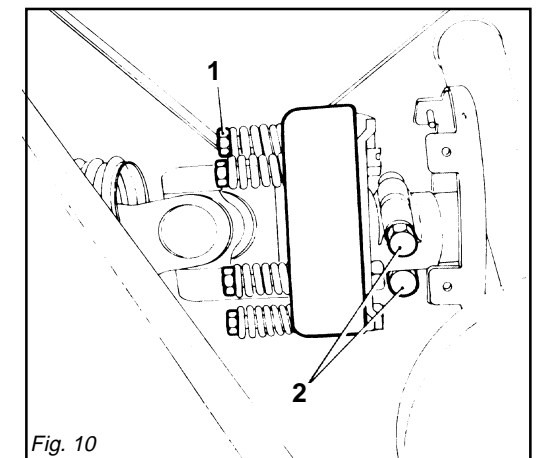

Fig. 10
- 3) *If the supplied cardan shaft has a bolt-locked hub (2 Fig. 10), check that*
- 3) Si el árbol cardánico tiene el cubo con bloqueo de bulones (2 Fig. 10),
- 3) Qualora l'albero cardanico fornito abbia il mozzo con bloccaggio a bulloni (2 Fig. 10), assicurarsi che questi siano serrati con forza.
- blockierte Nabe (2 Abb. 10) haben, sicherstellen, daß diese angezogen sind.
- Fig.10), assurez-vous que ces derniers sont bien serrés.*
La frizione è già pre-regolata per uno sforzo medio. Se slitta troppo facilmente (surriscaldandosi) è necessario avvitare uniformemente tutti i dadi (1 Fig. 10) che stringono le molle.
Se la frizione non slitta, svitare uniformemente tutti i dadi (1 Fig. 10) che fissano le molle. Svitare un giro alla volta e verificare la frizione dopo circa 300 metri di lavoro. Se necessario ripetere l'operazione, sempre svitando un giro alla volta. Se la frizione mantiene durante il lavoro una temperatura di circa 40-50 gradi circa significa che è regolata in modo corretto. **Non serrare mai a fondo i dadi, poiché in tal modo si elimina la funzione della molla e dunque della frizione a danno degli organi di trasmissione.**
The clutch is already pre-adjusted for average stress. If it slips too easily (and overheats), it will be necessary to evenly tighten all the nuts (1 Fig. 10) that retain the springs.
If the clutch does not slip, evenly unscrew all the spring fixing nuts (1 Fig. 10). Unscrew one turn at a time and check the clutch after having worked about 300 meters. Repeat the operation if necessary, remembering to unscrew one turn at a time. If the clutch maintains a temperature of about 40-50 degrees during work, this means that it has been correctly regulated.
eitskupplung ausgerüstet werden, um die Getriebeteile des Gerätes vor Überlastungen und/oder Beanspruchungen zu schützen. Die Gelenkwelle darf keine Neigung über 10 Grad aufweisen (Abb. 3). Die Kupplung ist auf eine mittlere Beanspruchung voreingestellt. Wenn die Kupplung zu schnell schlupft (Überhitzung), muß man alle Muttern (1 Abb. 10), die die Federn spannen, noch weiter anziehen.
Wenn die Kupplung nicht schlupft, alle Muttern (1 Abb. 10), die die Federn spannen, gleichmäßig lockern. Alle Muttern um eine Umdrehung losschrauben und die Kupplung nach 300 Metern Fahrstrecke prüfen. Den Vorgang falls erforderlich wiederholen, jeweils eine Umdrehung pro Versuch. Wenn die Kupplung während der Arbeit eine Temperatur von circa 40-50°C beibehält, ist sie richtig eingestellt. **Die Muttern nie ganz festziehen, weil dabei die Wirkung der Feder und damit der Kupplung aufgehoben würde, was sich schädlich auf die Getriebeteile auswirken würde.**
d'embrayage de sécurité pour protéger les organes de transmission de la machine en cas d'efforts ou de surcharges excessives. L'inclinaison du cardan de doit pas dépasser 10 degrés (Fig. 3). L'embrayage est déjà réglé pour un effort moyen. Lorsqu'il patine facilement (en se surchauffant) il faut visser de manière uniforme tous les écrous (1 Fig. 10) de serrage des ressorts.
Si l'embrayage ne patine pas, dévissez de manière uniforme tous les écrous (1 Fig. 10) de fixation des ressorts. Dévissez d'un tour à la fois et vérifiez l'embrayage après environ 300 mètres de travail. Si nécessaire, répétez l'opération en dévissant toujours d'un tour à la fois. Quand l'embrayage maintient une température d'environ 40-50 degrés pendant le travail, cela signifie qu'il est réglé correctement. **Ne serrez jamais à fond les écrous car cela annule la fonction du ressort et donc de l'embrayage au détriment des organes de transmission.**
El embrague está ya pre-regulado para un esfuerzo medio. Si patina muy fácilmente (recalentándose) es necesario ajustar uniformemente todas las tuercas (1 Fig. 10) que apretan en el resorte.
Si el embrague no patina, aflojar uniformemente todas las tuercas (1 Fig. 10) que fijan el resorte. Aflojar una vuelta a la vez y controlar el embrague luego de 300 metros de trabajo. Si es necesario repetir la operación siempre aflojando un giro a la vez. Si el embrague mantiene durante el trabajo una temperatura de 40-50 grados significa que está regulado en modo correcto. **No ajustar jamás a fondo las tuercas, ya que así se inutiliza el resorte y la fricción dañando los órganos de transmisión.**